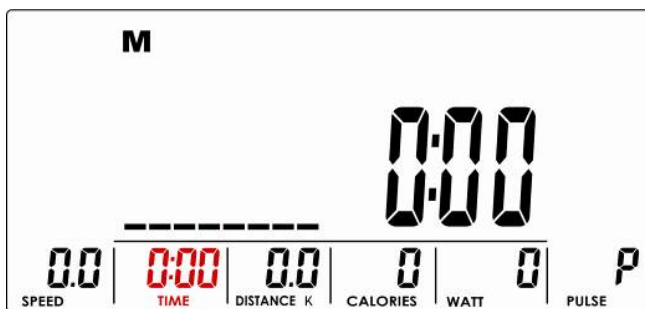

Abb. 5
- a. TIME (Trainingszeit, Abb.5)